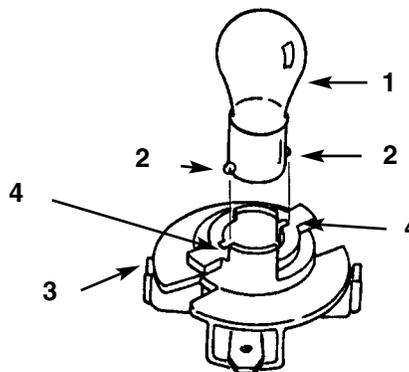

Figure 18
4. Appuyer sur l'ampoule et la tourner dans le sens anti-horaire jusqu'à ce qu'elle s'arrête (approx.  $1/4$  de tour) et la déposer du porte-ampoule (Fig. 18).
1. La base de l'ampoule est munie d'ergots métalliques. Aligner les ergots avec les encoches du porte-ampoule et installer la base dans le porte-ampoule (Fig. 18). Pousser sur l'ampoule et la tourner dans le sens horaire jusqu'à ce qu'elle s'arrête.